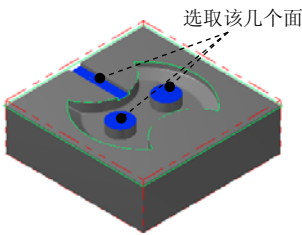

图 22.30 选取加工面
(1) 在图形区中选取图 22.30 所示的面（共 3 个面），然后按 Enter 键，系统弹出“刀具路径的曲面选取”对话框。